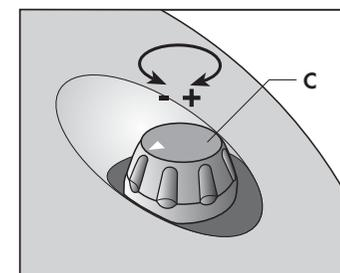

Fig. 7
- Appuyer sur l'interrupteur général lumineux (B).
- Pour régler l'aspiration, intervenir sur le bouton (C), en le tournant dans le sens contraire des aiguilles d'une montre pour une aspiration plus forte et dans le sens des aiguilles d'une montre pour une aspiration plus faible (Fig. 7)